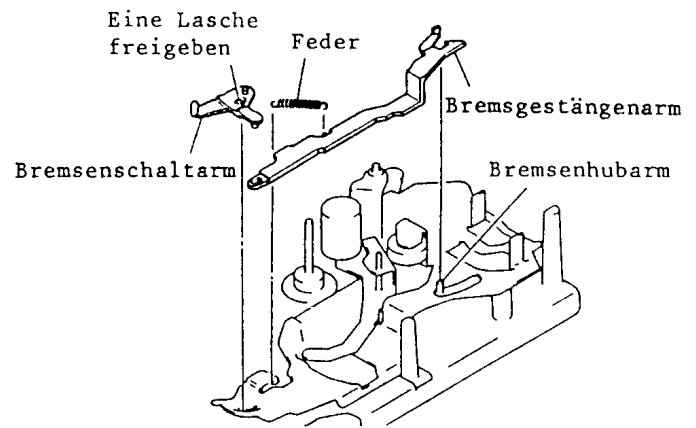

Abb. 7-16 Bremsgestängearm, Bremsschaltarm
16. Bremsgestängearm, Bremsschaltarm (Abb. 7-16)